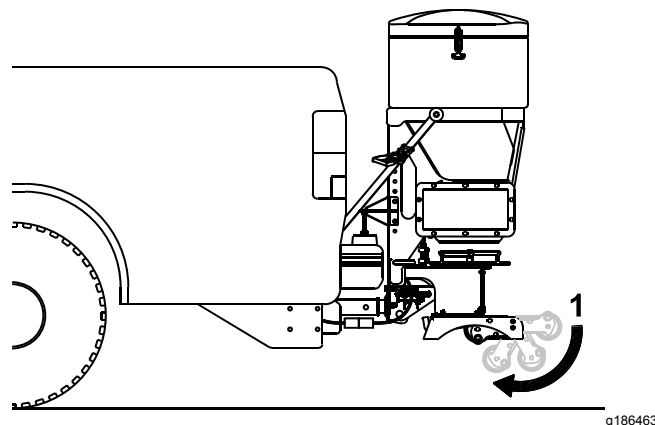

Figura 22
8. Pise sobre las ruedas del conjunto de la pata para que giren y queden guardadas debajo del conjunto de la pata (Figura 22).